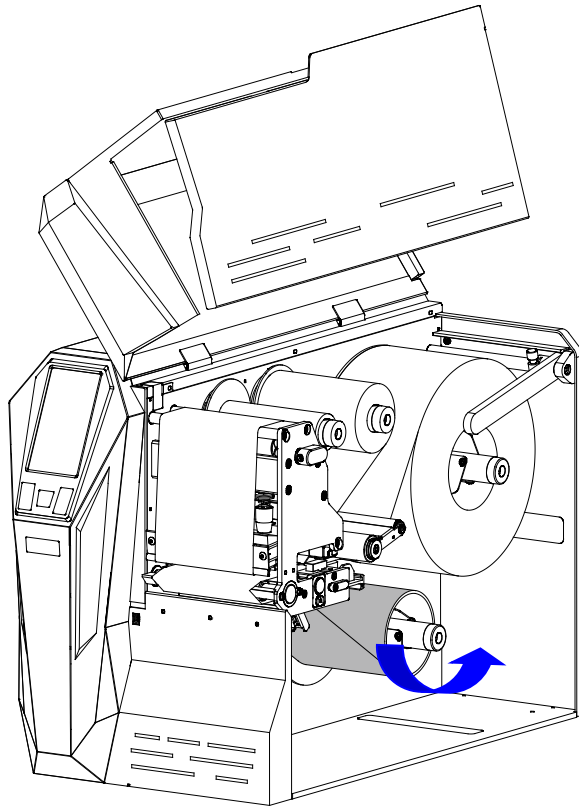

图 2-30 安装空卷芯
10. 将卷好底纸的空卷芯安装至回卷轴，并靠紧回收卷限位盘，沿逆时针方向转动回卷轴，直至底纸绷紧。如图 2-30 所示。